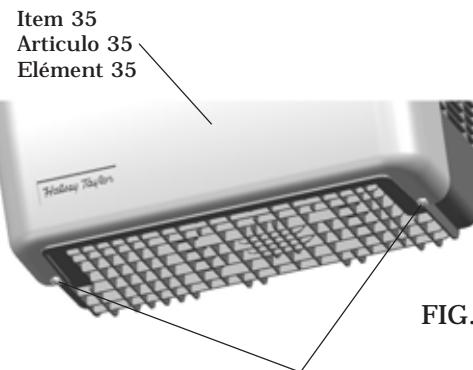

FIG. 4
- 4) Remove the two (2) screws holding the bottom cover at the bottom of cooler. (Shown in FIG. 4) Remove the bottom cover by pulling straight down and set aside.
- 4) Desmonte los dos (2) tornillos que sujetan la tapa a la parte inferior del enfriador (que se muestran en la Fig. 4). Retire la tapa inferior tirando en forma recta hacia abajo y déjela a un lado.
- 4) Retirez les deux vis maintenant le capot inférieur et situées sous le refrigerador. (Indiqué sur la Figure 4). Retirez le capot inférieur en tirant vers le bas et mettez le de côté.
To access the refrigeration system and plumbing connections, remove two screws (Item 52) to remove bottom cover (Item 35). See Fig. 4.
Para accesar al sistema de refrigeración y las conexiones de empalmes, desmonte los dos tornillos (Artículo 52) para retirar la tapa inferior (Artículo 35). Vea la Fig. 4.
Pour accéder au système de réfrigération et à la plomberie, retirez les deux vis (Élément 52) afin d'enlever le capot inférieur (Élément 35). Voir figure 4.